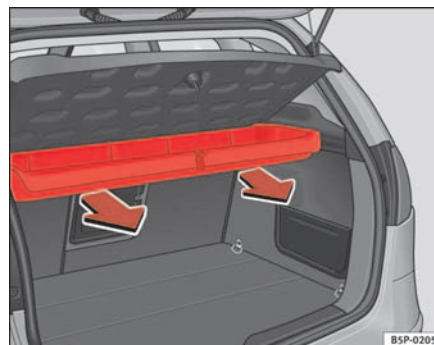

Fig. 122 Desmontagem da caixa porta-objectos
- Puxe até desencaixar a caixa dos eixos de rotação ⇒ fig. 122.